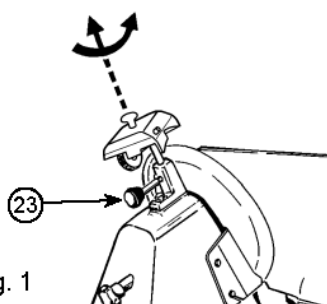

Fig. 1
- Überprüfen Sie, dass die bewegbare Trennwand geschlossen ist. (der Drehknopf (6) in der "0" Position.)
- Lockern Sie den Verriegelungsknopf (23) der Schärfer-Gruppe (10) auf.
- Heben Sie die Schärfer-Gruppe (10), drehen Sie diese um 180 °, so dass beide Räder in der Arbeitsposition sind. Siehe Abbildung 1.